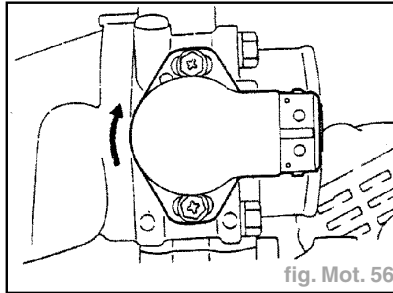

fig. Mot. 56
- Desserrer le boulon de fixation du capteur de position de papillon des gaz ; et le faire tourner ensuite à fond dans le sens des aiguilles d'une montre (fig. Mot. 56).